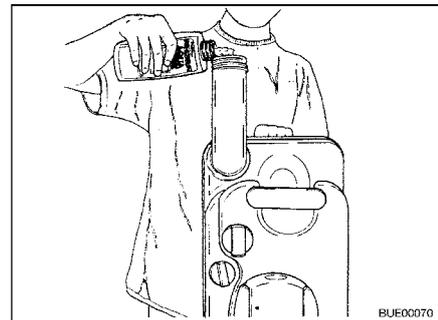

Bild 290 Sanitärflüssigkeit einfüllen
- Angegebene Menge Sanitärflüssigkeit in den Fäkalientank füllen (Bild 290).